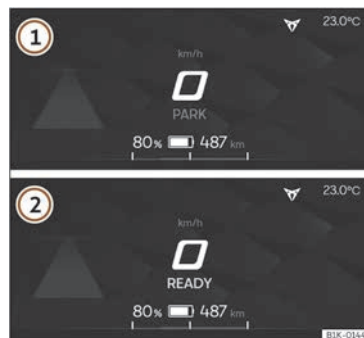

Fig. 8 Pantalla del Digital Cockpit
- Amb el sistema de propulsió connectat, el Digital Cockpit mostra el velocímetre / indicador de velocitat >>> **fig. 8**